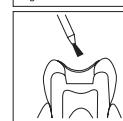

Fig.9
- a) Puede comenzar el acabado final bajo un spray de agua por medio de técnicas standard, aprox. a los 6 minutos del comienzo de la mezcla (Fig. 9).